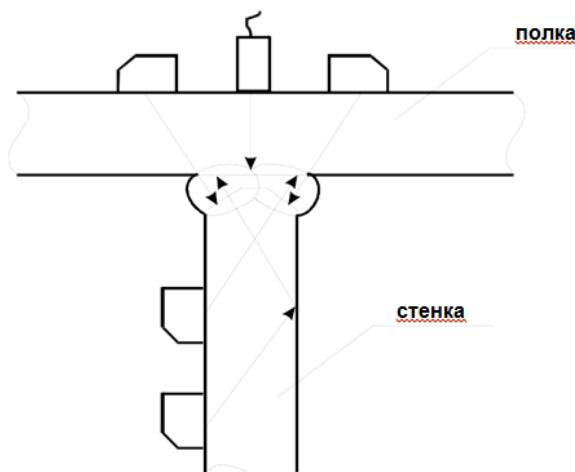

Рисунок 6.7 – Типичная конструкция шва таврового соединения
6.4.1 Тавровые сварные соединения могут выполняться как из плоских элементов, так и из цилиндрических (например, вварка штуцера в корпус сосуда). Наиболее типичная конструкция шва представлена на рис. 6.7. Обычно корень шва находится в центре привариваемого элемента, поэтому в этом месте наиболее часто встречаются дефекты типа непровара, несплавления.
6.4.2 Схема контроля выбирается из условий доступности контроля и полного прозвучивания наплавленного металла. Предпочтительные схемы контроля показаны на рис. 6.7.
6.4.5 При контроле тавровых соединений плоских элементов с К-образной разделкой и без нее, но с полным проплавлением, прежде всего начинают поиск непровара в корне шва наклонным ПЭП прямым и однократно отраженным лучом, а также прямым совмещённым и РС ПЭП, установленными на наружной поверхности полки (рис. 6.7). При отсутствии непровара нижняя часть шва (относительно расположения ПЭП) контролируется прямым лучом, а верхняя – однократно отраженным - при сканировании ПЭП по стенке.